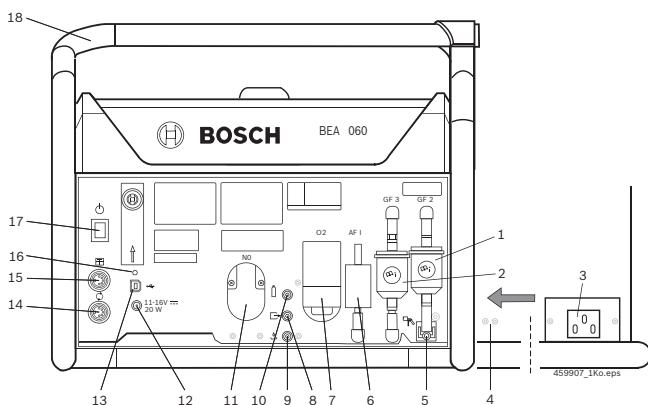

Рис. 1: BEA 060
! Подавать напряжение на BEA 060 можно также от аккумуляторной батареи автомобиля с помощью соединительного провода для гнезда прикуривателя (специальные принадлежности) (подключение см. рис. 1, поз. 12).
- Подключить провод для подключения к сети к BEA 060 и с помощью кабельной стяжки закрепить провод в отверстиях (рис. 1, поз. 4).
- Светодиод (рис. 1, поз. 16) мигает попеременно оранжевым и зеленым светом.
→ Светодиод гаснет (рис. 1, поз. 16), BEA 060 выключен.